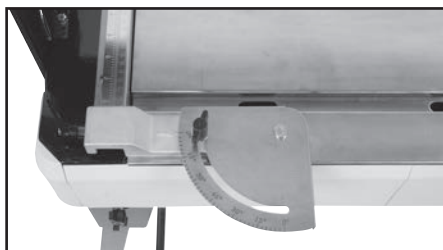

FIGURE 10
3. Réglez correctement le guide de mesure et l'outil d'équarrissage. (Fig 10).